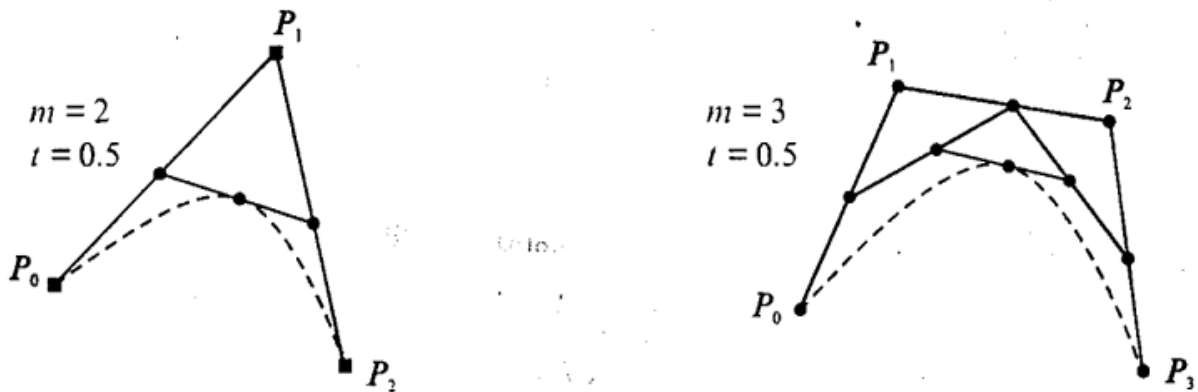

Рис. 13.6 Геометричний алгоритм для кривих Безьє
3. Сторони нового контуру знову діляться пропорційно значенню t . І так далі. Це продовжується до тих пір, поки не буде отримана єдина точка розподілу. Ця точка і буде точкою кривої Безьє (рис. 13.6).